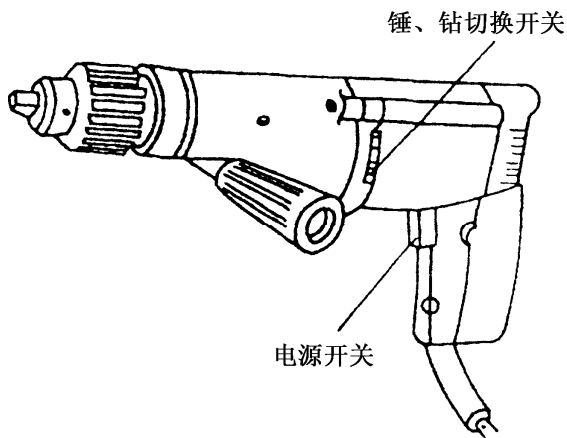

图 2.3 冲击电钻外形图
(1) 冲击电钻。冲击电钻是一种安装用的电动工具，具有两种功能：一种是作为普通电钻使用，使用时应把调节开关扳到标记为“钻”的位置；另一种可用来冲打混凝土砌块和砖墙等建筑面的紧固孔和导线过墙孔，这时应把调节开关扳到标记为“锤”的位置。冲击电钻外形如图 2.3 所示。